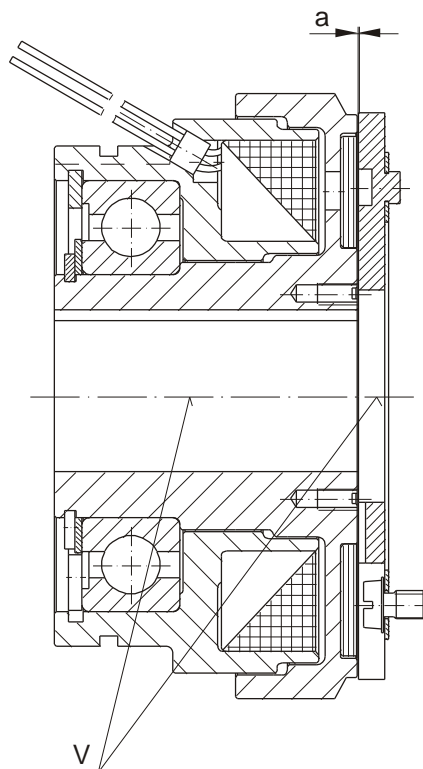

Рис. 6
Осевой зазор навешиваемых деталей изменяет размер "а" и может привести к бороздкам ротора (1 или соотв. 2) на диске якоря (9). Кроме того, для Типа 540.100 необходимо соблюдать допустимое смещение центров "V" установленных деталей (см. Рис. 6 и Таблицу 1).